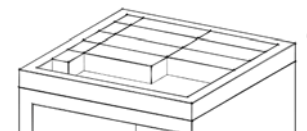

Fig.3
3. Inserire i **blocchi isolanti** all'interno della vasca realizzata sagomandoli, se necessario, con comuni attrezzi per il taglio del legno (Fig.3). I blocchi vanno posati a secco senza cemento o altri leganti e senza stuccare le fughe.